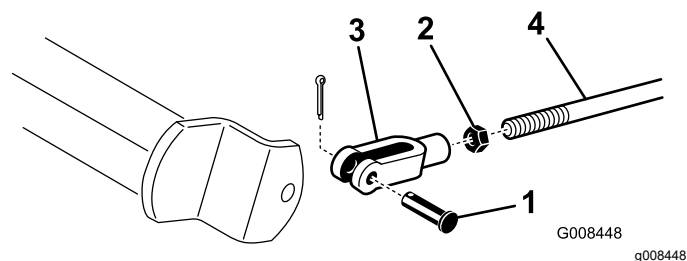

图 46
A. 取下开口销和柱销断开刹车杆 图 46。
- B. 松开锁紧螺母并相应调节 U 形销 图 46。
- C. 将 U 形销装回刹车轴 图 46。